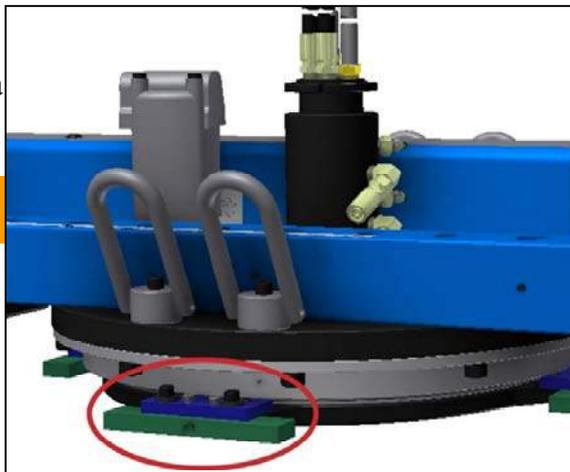

FIGURA 3-39. CONFIGURACION DEL KIT DE MONTAJE DE SUPERFICIE
7. Acople las placas de soldadura de tachuela a las extensiones de la placa, con ayuda de los pernos suministrados, tal y como se muestra en la Figura 3-38 y en la Figura 3-39 de la página 46.